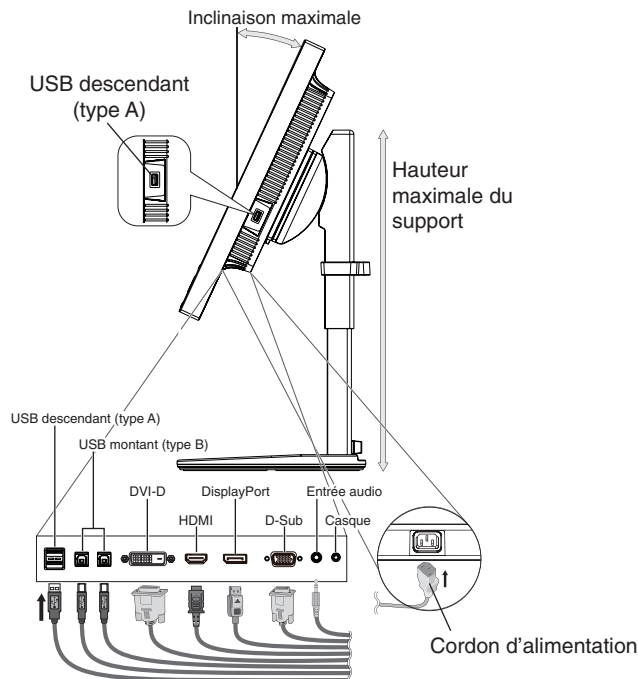
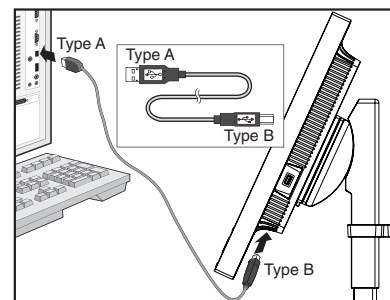

Figure C.1
Figure C.1a
4. Branchez tous les câbles aux prises appropriées (**Figure C.1**). Lorsque vous utilisez un câble USB, branchez la prise de type B au port montant USB situé sur le côté arrière droit du moniteur, et la prise de type A au port descendant de l'ordinateur (**Figure C.1a**). Si vous utilisez le cordon de l'appareil USB, branchez-le dans un des ports descendants du moniteur.